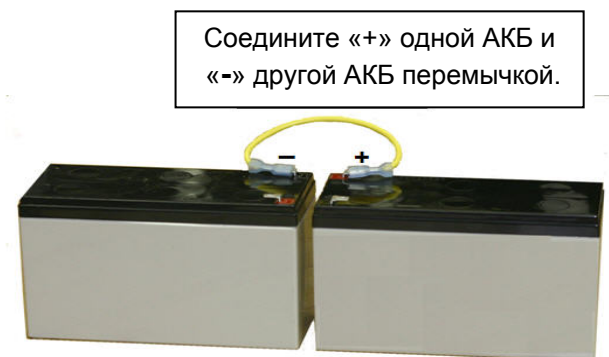

Рис. 10: Последовательное соединение аккумуляторов
- Подключите к прибору резервный источник питания – аккумуляторную батарею. Аккумуляторы должны быть герметичными необслуживаемыми свинцово-кислотными. Проверьте правильную полярность и напряжение. Используйте два идентичных аккумулятора, соединенных последовательно как показано на Рис. 10. В зависимости от величины нагрузки, используйте батареи емкостью до 33Ач. Расчет требуемой емкости батареи приведен в разделе 7.